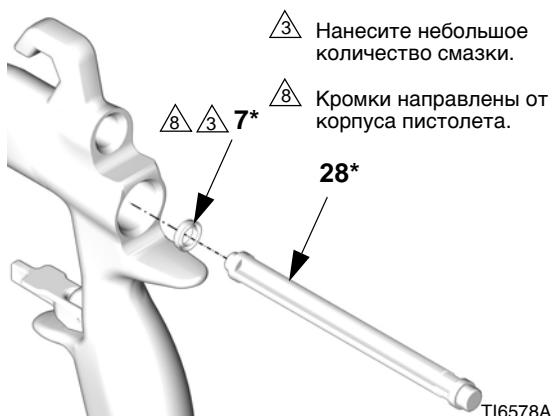

Рис. 42
- Установите кольцевое уплотнение с и-образным сечением (7*) на инструмент для установки уплотнения (28*), кромки уплотнения должны быть направлены к инструменту, как показано в Рис. 42. Протолкните уплотнение в пистолет с задней стороны, пока не услышите характерный щелчок.